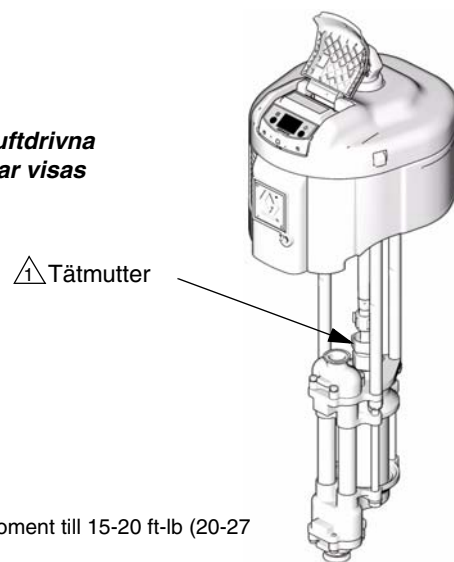

FIG. 4
Kontrollera att tätningsmuttern (21) sitter åt varannan dag vid start och därefter varje dag under halstätningens livstid. Tätningsmuttern ska sitta åt så att den hindrar läckage, men inte vara hårdare fastspänd. Se FIG. 4.
Om du märker ett överdrivet läckage i halsen, dra då åt tätningsmuttern (21), se FIG. 4. Om detta inte löser problemet, byt ut halstätningarna, kolvstängan eller både och. Se handbok 311714.